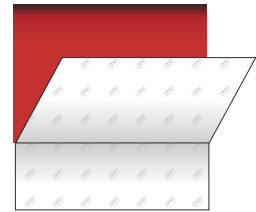

Abbildung 05
- › Das „Scharnier“ ist anschließend zu entfernen, um mit dem Abziehen des Abdeckpapiers entsprechend der Oberflächen fortzufahren (siehe die folgenden Unterabschnitte). (Abb. 05)